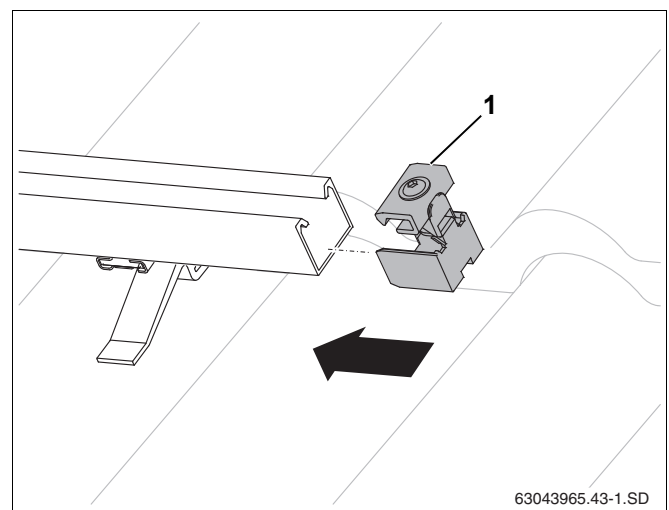

Рис. 41 Установка одностороннего зажима
- ▶ Вставьте односторонние зажимы (рис. 41, поз. 1) в профильные рейки на правой стороне поля коллекторов до фиксации их в первом продольном отверстии профильной рейки.